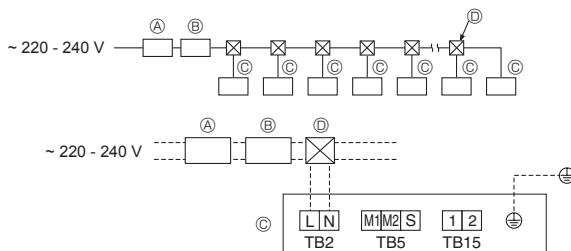

Fig. 5-8
5.3. Güç besleme kabloları (Fig. 5-8)